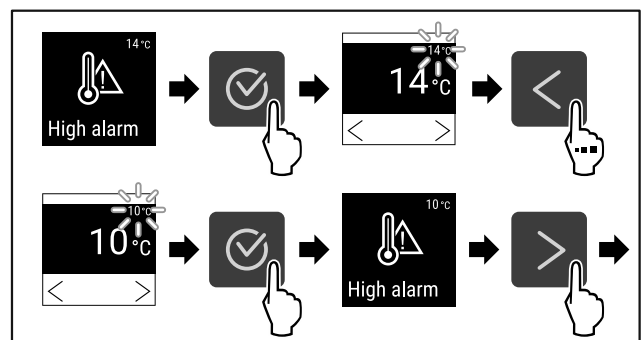

Fig. 127
- ▶ Εκτελέστε τα βήματα ενεργειών (βλέπε Fig. 127).